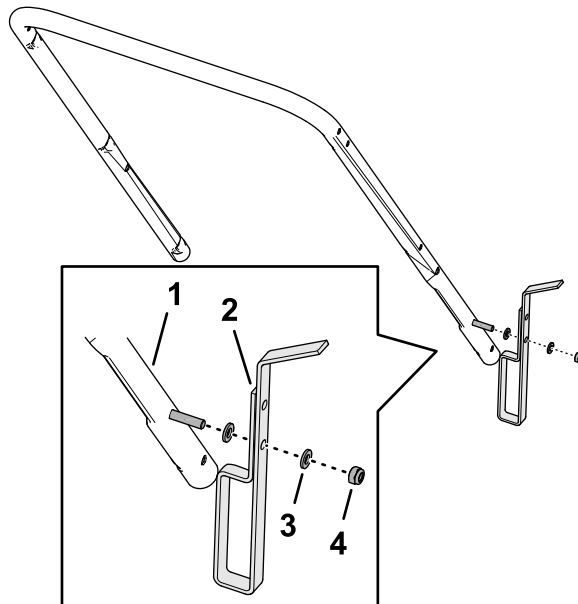

Рисунок 4
2. Зіставте отвір у стопорі з болтом у нижній частині руків'я (Рисунок 4).